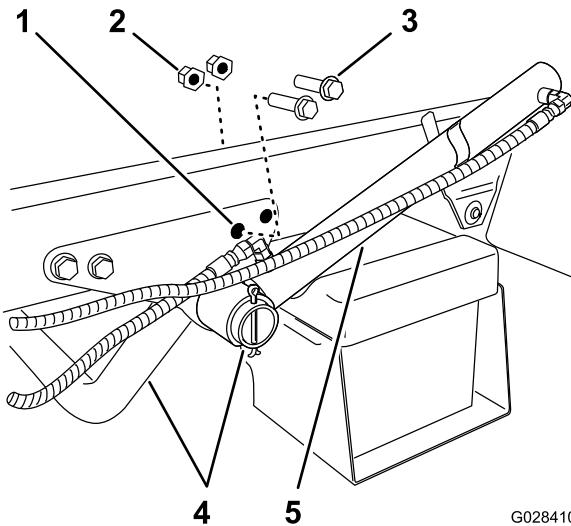

Figure 8
1. Retirez les 2 boulons à embase arrière et les 2 écrous à embase qui fixent le support du tube du moteur au cadre de la machine (Figure 8).
2. Tournez le vérin de levage pour obtenir l'espace nécessaire au montage de la patte de maintien du patin de la cuve (Figure 8).